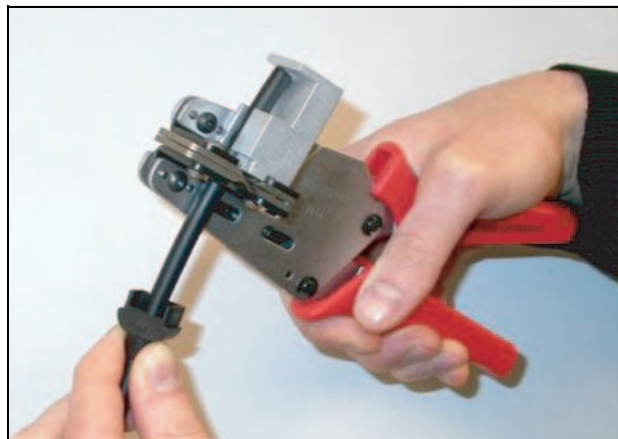

figura 20.7: Spelatura del cavo
- 5 Utilizzando la pinza spelafili (utensile 5), togliere la guaina esterna del cavo spingendo quest'ultimo fino allo stop meccanico (vedere figura 20.7).